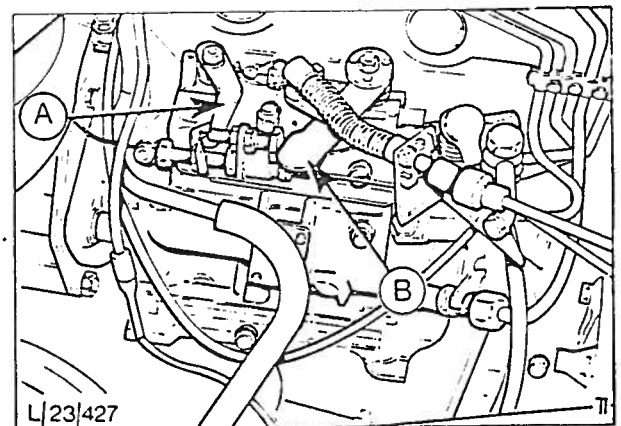

Fig. 29 Innsprøytningspumpens tomgangsjustering.
5. Hvis både retardasjonstiden og tomgangsturtallet er ukorrekt, skal man gå frem som følger (se fig. 29).
6. Hvis kun tomgangsturtallet er ukorrekt, justeres tomgangsarmen (se A i fig. 29).